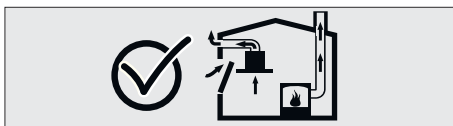

Fig. 3
- Din acest motiv, trebuie asigurat întotdeauna un aport adecvat de aer proaspăt. Fig. 3